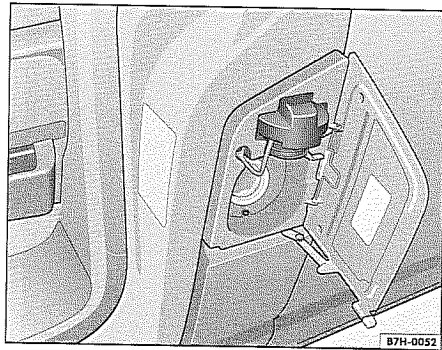

Abb. 191 Geöffnete Vordertür und geöffnete Tankklappe mit eingehängtem Tankverschluss.
- Tankverschluss links herum herausdrehen und in die vorgesehene Halterung stecken  $\Rightarrow$  Abb. 191.